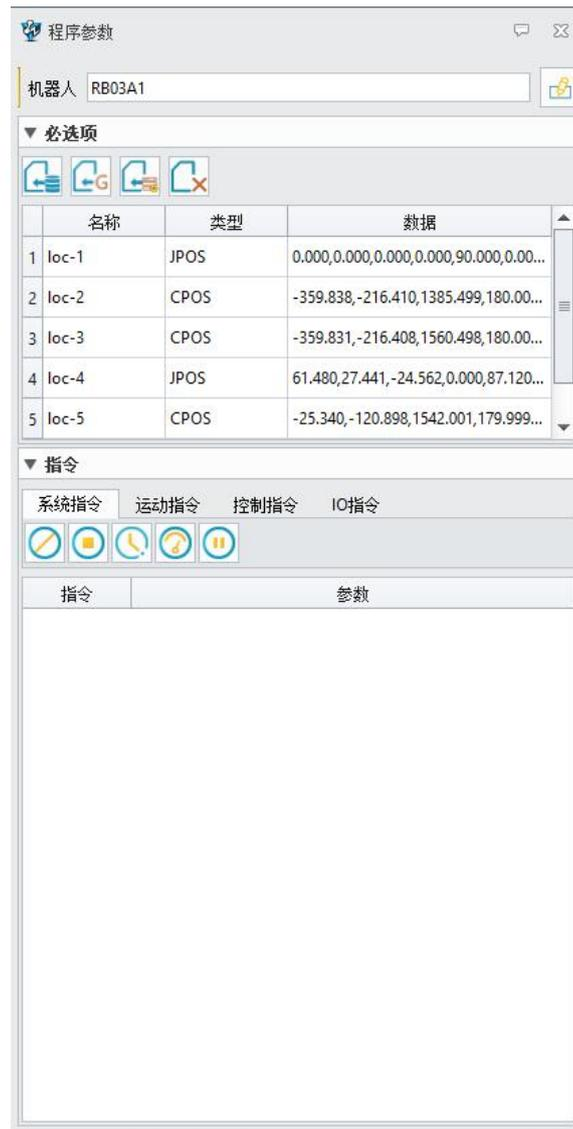

图 10-30: 程序参数
- ✧ 添加程序中使用的所有命令位置和名称。（图 10-30）